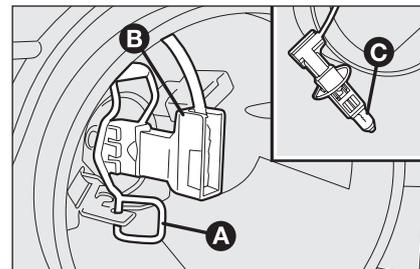

fig. 20
- desenganche el tenacilla de fijación de la lámpara **A**-fig. 20;